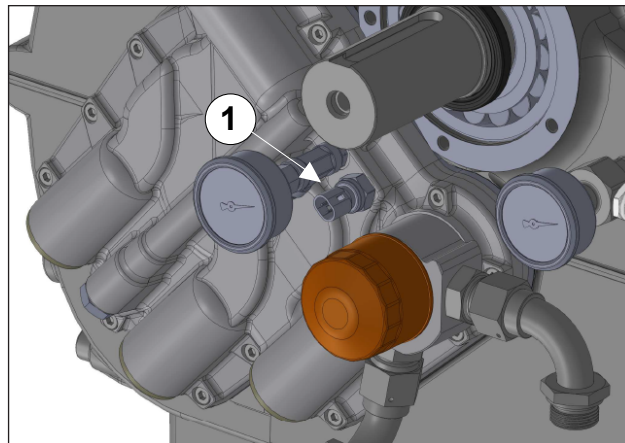

图 135
安装径向密封环到油封盖(①，图 135)，借助缓冲垫或其他工具(代码为27643500的专用工具)。